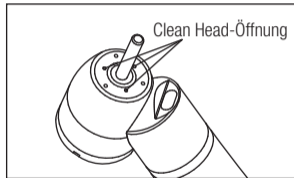

Abb. 6
- 1) Entfernen Sie mit dem Reinigungsdraht und der Bürste (als Zubehör zum Handstück mitgeliefert) Schmutz und Ablagerungen aus den Clean Head-Öffnungen (Abb. 6)